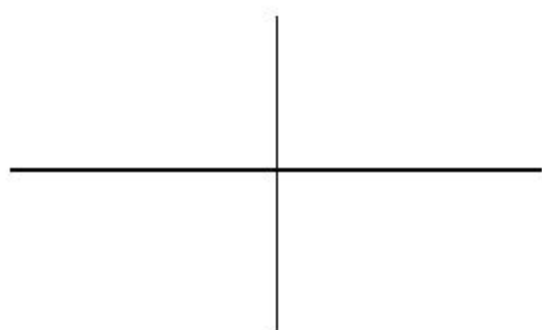

图3-13 水平与垂直构造线
- 水平(H)、垂直(V): 选择【水平(H)】或【垂直(V)】选项,可以绘制水平和垂直的构造线,如图3-13所示。